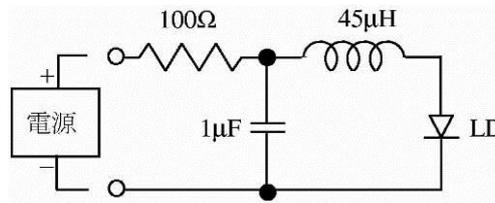

図 7 半導体レーザーを駆動するための回路
[3] 半導体レーザー (LD) の特性を調べる。使用する LD には、図 7 のような配線が既になされている。この回路に電源と電圧計、電流計を接続して、この回路を流れる電流とこの回路にかかる電圧を測定し、それらの値を使って、LD を流れる電流と、LD にかかる電圧を求めよ。
(回路に印加される電圧から、抵抗による電圧降下分を差し引くことによって、LD にかかる電圧が求められる。) またその時の LD の光出力も同時に測定せよ。このとき、パワーメーターの受光部を、LD の出力部になるべく近づけて、出力光のほとんどを受光するようにすること。また、用意されている電圧計では測定可能な電圧が足りないので、この課題ではその代わりに電源回路の電圧表示を用いること。ただし図 7 中のコイルとコンデンサーは、LD への過電流防止のために挿入されているものであり、本実験のような直流電圧の印加時には、それぞれ、抵抗ゼロ、抵抗無限大と考えてよい。